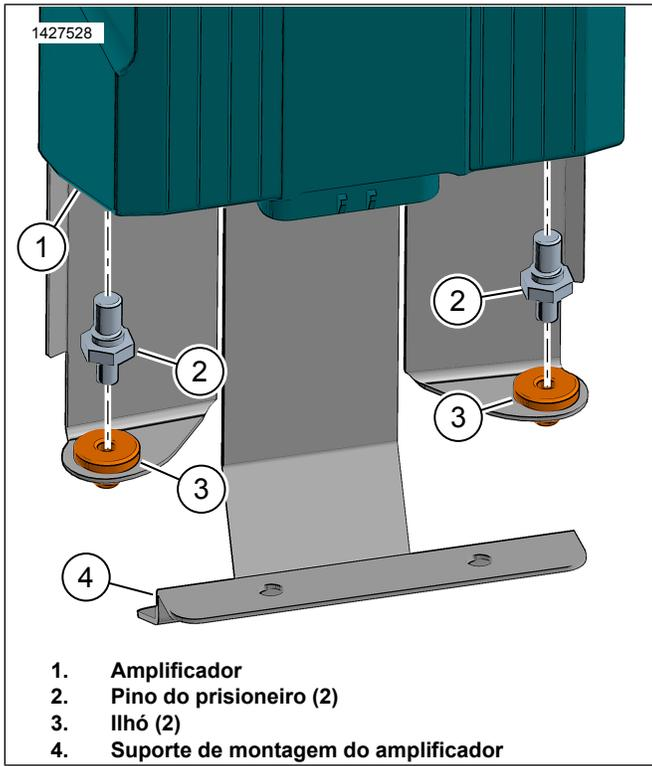
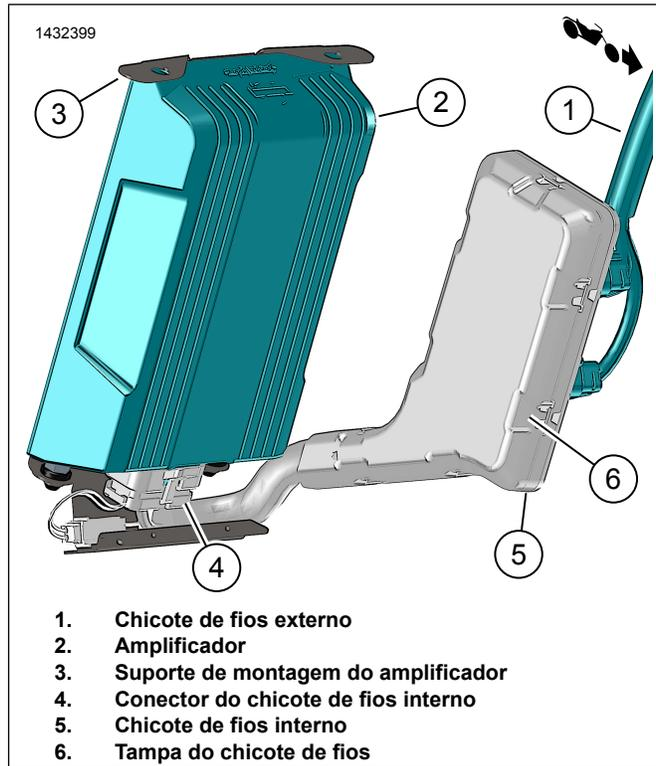

Figura 12. Pino do prisioneiro do amplificador
Figura 14. Conjunto do amplificador do alforje direito
4. Figura 12 Instale o anel isolante (3) no suporte de montagem do amplificador (4).
5. Instale o pino do prisioneiro (2) no amplificador (1). Aperte. Torque: 9–12 N·m (80–106 **in-lbs**) *Pino do prisioneiro do amplificador*
6. Figura 14 Conecte o conector de chicote de fios interno (4) ao amplificador (2).
10. Figura 14 Instale a tampa do chicote de fios (6).